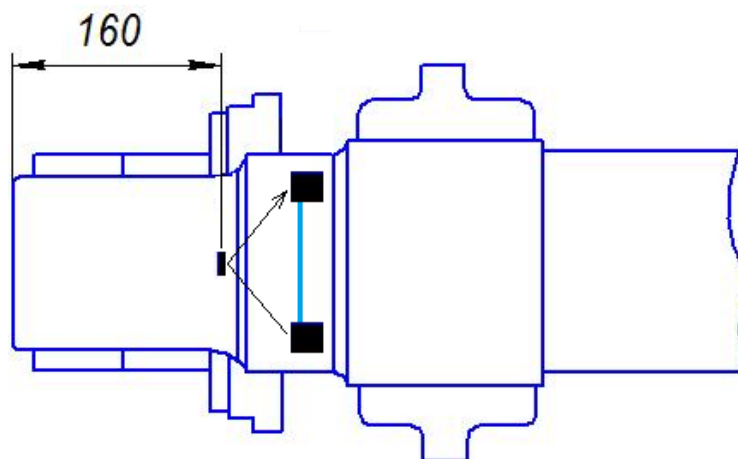

Рис. 7.11.2. Схема установки преобразователя П122-5,0-120/64-ЖД на НО 1.11.002 – О при проверке чувствительности по варианту BR1.
- установить ПЭП на предподступичную часть НО 1.11.002 – О, как показано на Рис.7.11.2.;